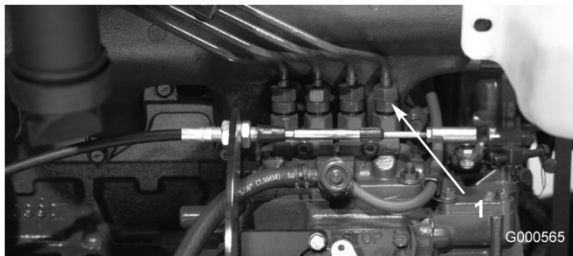

図 38
1. 燃料噴射ポンプの No.1インジェクタ・ノズル (図 38) へのパイプ接続部をゆるめる。